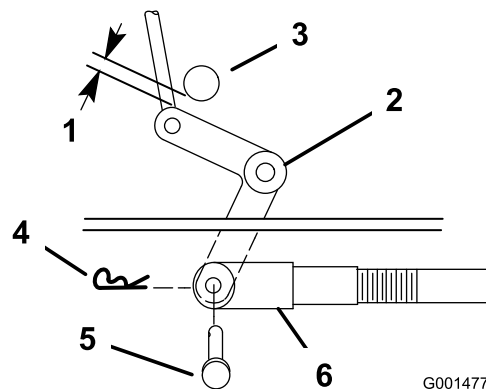
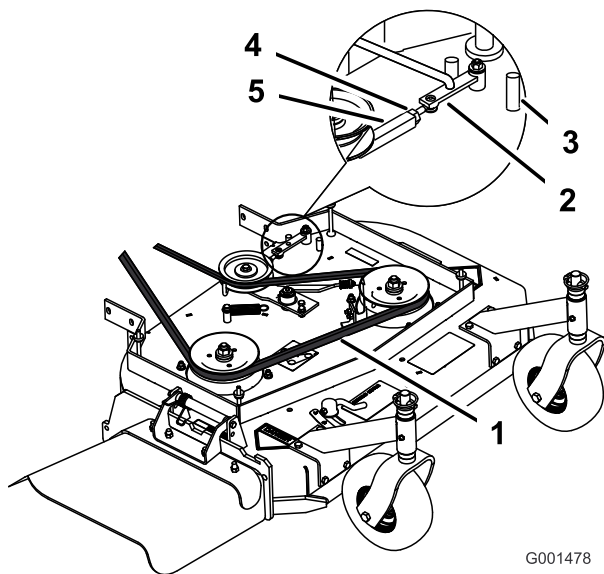
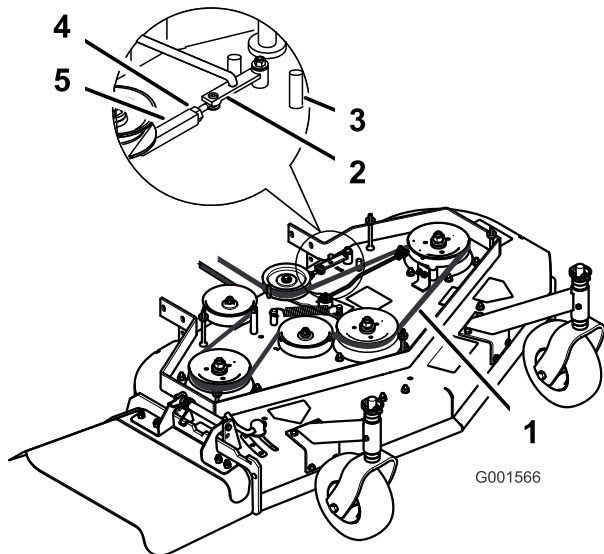

Figura 34
Figura 35
Figura 36
9. Compruebe la distancia entre la palanca acodada y el eje de salida de la transmisión (Figura 34).
11. Gire la horquilla en el sentido de las agujas del reloj para aumentar la distancia; gírela en el sentido contrario para reducirla (Figura 34).
Nota: Si el brazo no entra en contacto con el tope delantero de la plataforma del cortacésped (Figura 35 o Figura 36), ajuste la horquilla para acercar la palanca acodada al eje de salida de la transmisión (Figura 34).